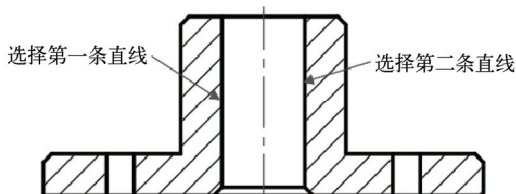

图 8-96 选择两条直线绘制中心线
- 2 在功能区“注释”选项卡的“中心线”面板中单击“中心线”按钮 ，接着选择第一条直线，再选择第二条直线，从而绘制一条中心线，如图 8-96 所示。